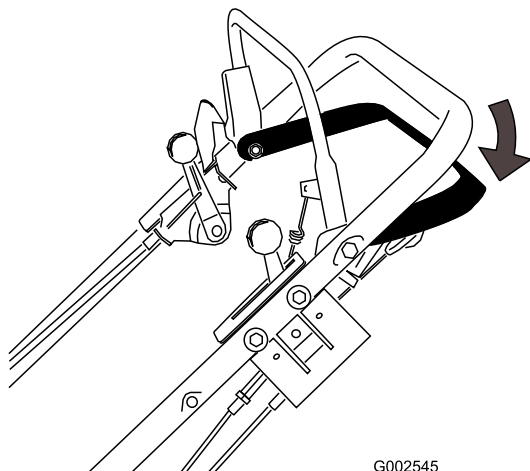

Figure 14
1. Relâchez la barre de commande de déplacement (Figure 14).